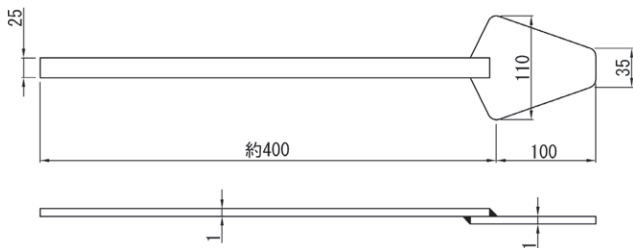
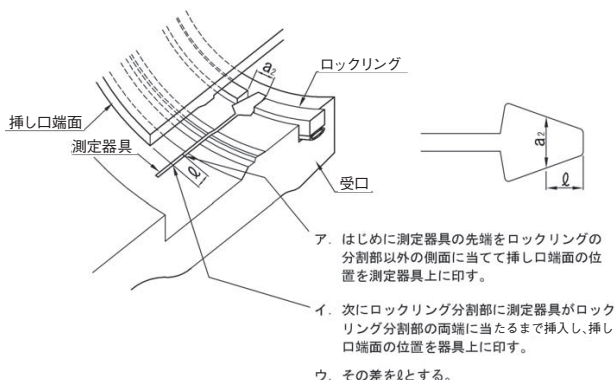

図 22 ロックリング分割部間隔測定器具
図 23 ロックリング分割部間隔測定方法
- 5) ロックリングが挿し口に十分抱きついていることを確認するため、図 23 に示す手順でロックリング分割部の間隔 (a_2) を測定する。このとき、図 22 のようなプラスチック樹脂板製または金属板製測定器具が必要となるため別途準備しておく。また、管底部における測定器具の挿入を容易にするため、運搬台車の油圧ジャッキで挿し口側を若干持ち上げ気味にしておくことよい。ディスタンスピースが測定のじゃまになる場合は、ディスタンスピースを円周方向に少しずらしておくこと。
図 23 の方法で測定した a_2 寸法と接合前に測定した a_1 寸法 (P10 参照) を比べて、呼び径 800 ～ 1500 の場合は $a_2 \leq a_1 + 5 \text{ mm}$ 、呼び径 1600 以上は $a_2 \leq a_1 + 8 \text{ mm}$ であれば、ロックリングは正常に挿し口に抱きついていると判断する。なお、VT 方式、SB 方式は a_2 寸法の管理値が異なるので注意すること (頁 48、頁 53 参照)。